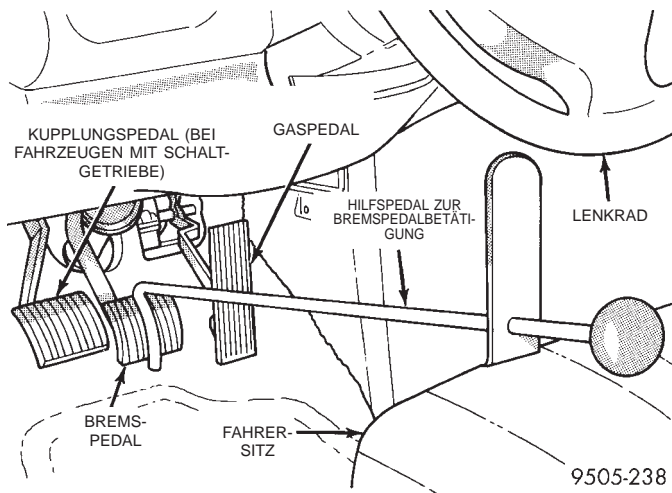

**Abb. 11 Ordnungsgemäß isoliertes Massekabel**
(2) Den Isolator des Massekabels auf dem Masse-Anschlußbolzen am Federbeindom aufstecken, um das Kabel sicher gegen die Karosserie zu isolieren (Abb. 11). **Hierdurch wird ein unbeabsichtigter Massekontakt des Kabels verhindert.**